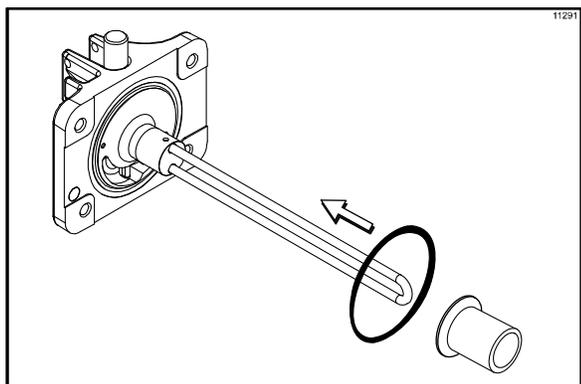

图 138
13. 在冷冻门后面的环槽内安装门封，将前固定套安装到扰流杆的上方，使凸缘位于背离门的方向。不要润滑门封或固定套。（见图 138。）